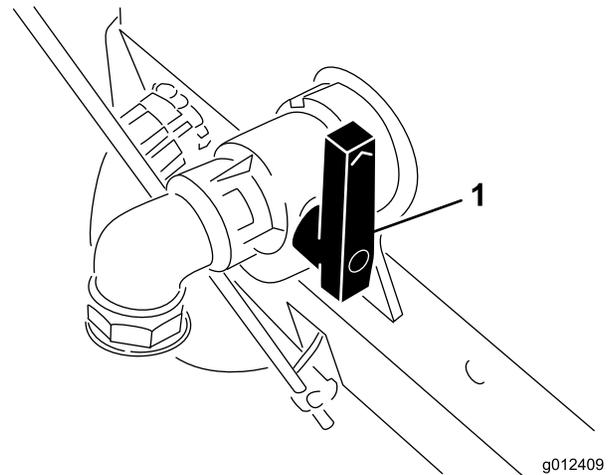

Figura 31
3. Aprite la valvola di spurgo del serbatoio della vernice (Figura 31). Più si apre la valvola di spurgo, più vernice fuoriesce.